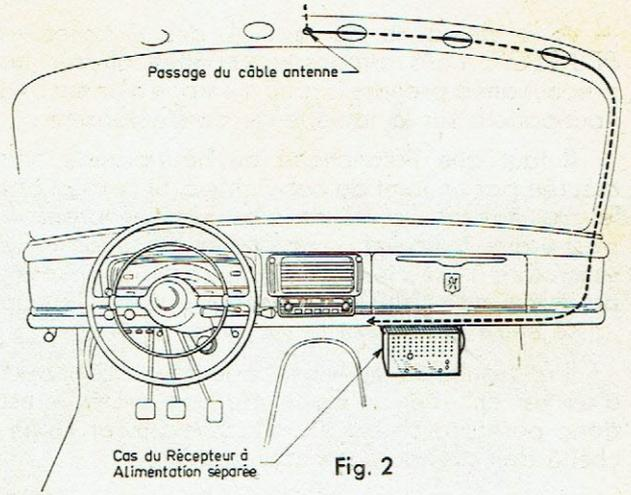

Fig. 2
- Passer le câble de raccordement puis le faire pénétrer par le montant droit à l'intérieur du caisson et l'amener vers le récepteur (Fig. 2).
- Celui-ci sera placé sous le tableau de bord, fixé côté droit sur la cloison de séparation (Fig. 2).